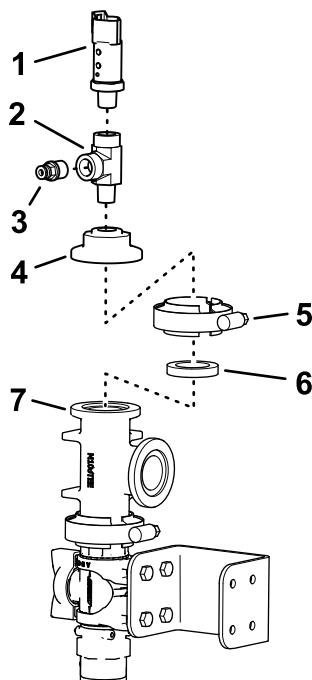

Figure 43
8. Appliquez du produit d'étanchéité au PTFE sur le filetage du coupleur et branchez le coupleur au raccord en T (Figure 43).
9. Appliquez du produit d'étanchéité au PTFE sur le filetage du raccord en T et branchez le raccord au chapeau de raccord (Figure 43).
10. Montez le transducteur de pression sur le raccord en T comme montré à la Figure 43.
collier à bride, puis serrez le collier à la main (Figure 43).